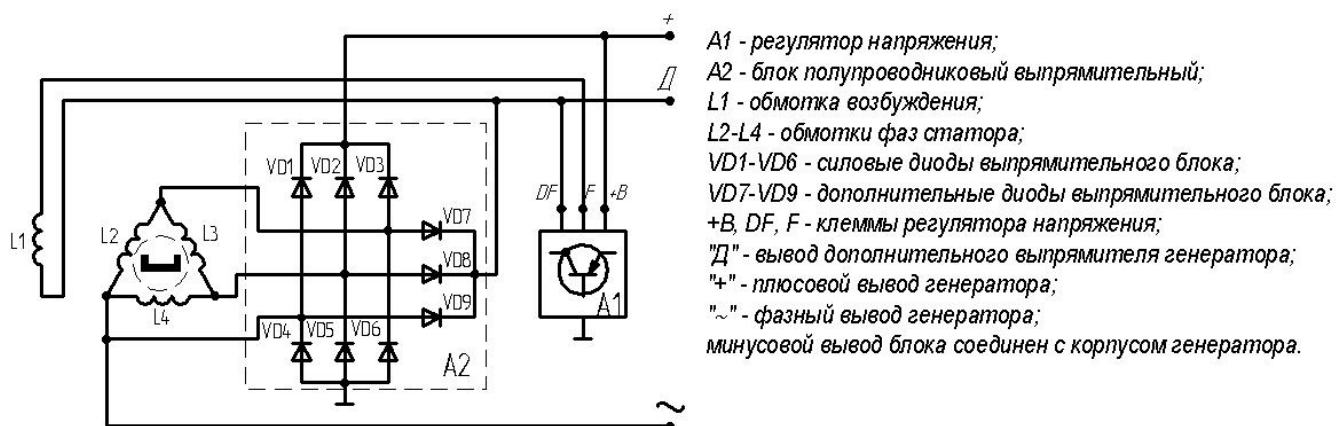

Рис.3 Схема генератора электрическая принципиальная
2.2.11 Схема генератора электрическая принципиальная.....	см. Рис.3
3.2.5 Подсоединить провода к генератору в соответствии со схемой подключения генератора на машине (см. "Руководство по эксплуатации машины") с учетом схемы генератора (рис.3).